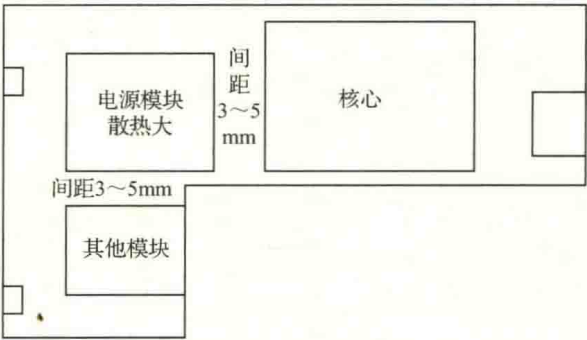

图 8-4 布局的散热考虑
- (1) 对于发热元件，应优先安排在利于散热的位置，必要时可以单独设置散热器或小风扇，以降低温度，减少对邻近元件的影响，如图 8-4 所示。